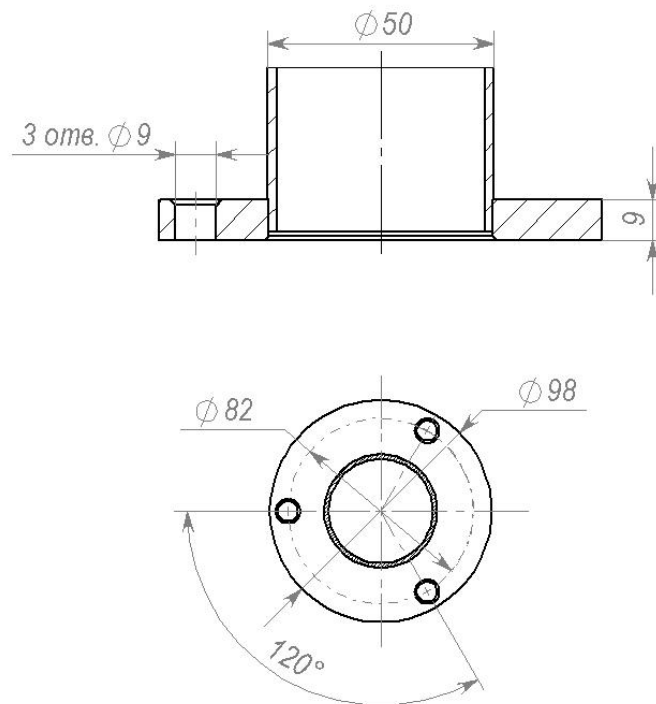

Рисунок 8 – Расположение отверстий под анкерные болты во фланцах стоек
8.2.4 Поставьте первую стойку в необходимом месте на установочную поверхность таким образом, чтобы расположение патрубков соответствовало необходимому расположению поручней. Придерживая стойку, разметьте через отверстия во фланце для анкерных болтов (см. рисунок 8) расположение на установочной поверхности трёх отверстий под анкеры. Положите стойку.